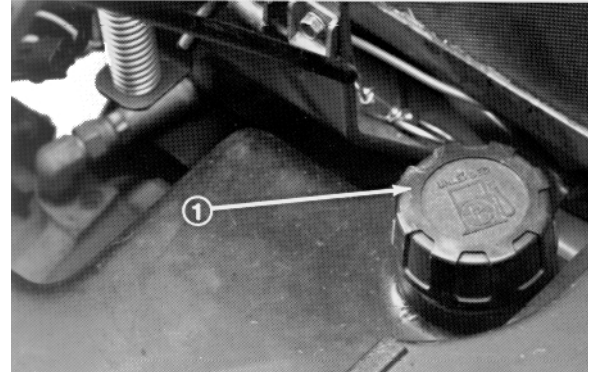

Bild 3
1. Den Sitz vorwärts kippen und mit einer Stütze absichern, so daß er nicht versehentlich herunterfallen kann (Bild 3). Den Bereich um den Tankdeckel mit einem sauberen Lappen abwischen.
2. Den Tankdeckel abschrauben (Bild 3) und den 30 l Tank bis 25 mm von der Oberseite mit Diesel befüllen. Nach Befüllen des Tanks den Tankdeckel wieder fest aufschrauben.